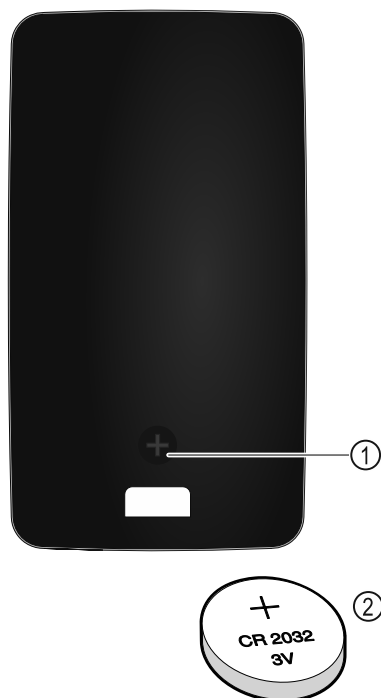

Fig. 223
El suministro eléctrico del mando a distancia se efectúa con una pila del tipo CR 2032 de 3 V Fig. 223 (2), a la venta en el comercio especializado.
- Desenroscar el tornillo Fig. 223 (1) de la parte trasera del mando a distancia.